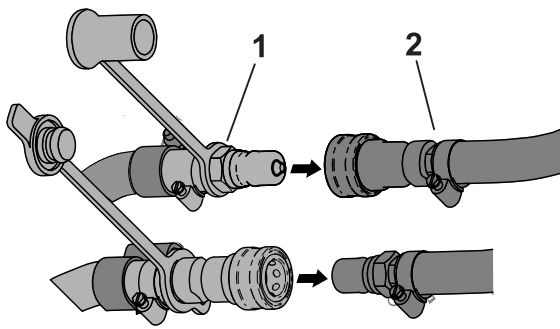

Figure 34
2. Débranchez les flexibles de chauffage (Figure 34).
3. Obturez les joints de chauffage avec les bouchons antipoussière (Figure 34).